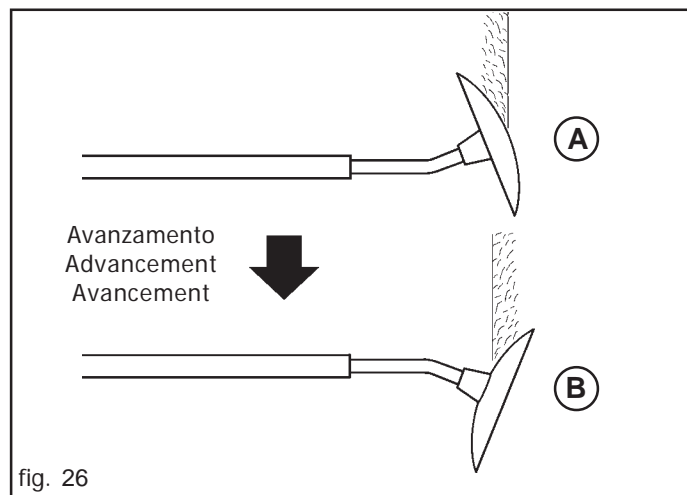

fig. 26
**In presenza di terreni normali la posizione corretta di lavoro del disco è quella indicata dalla Fig. 26 rif A; per terreni forti rovescarlo come da rif. B Fig. 26.**